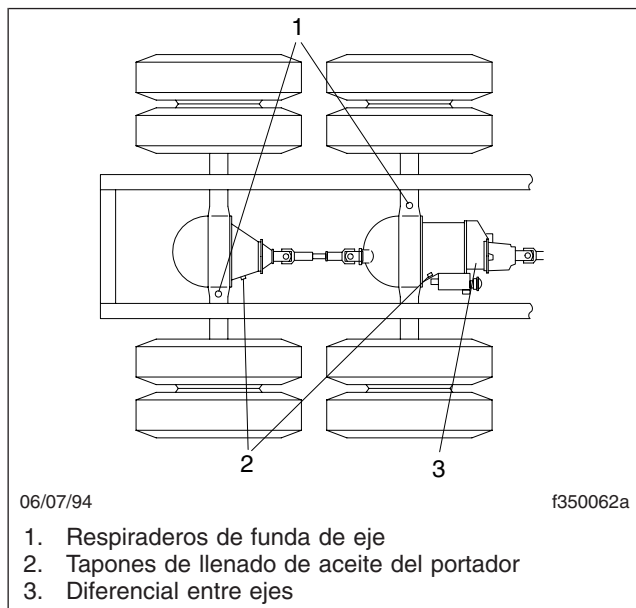

Figura 1, Ubicaciones de los tapones de orificio de llenado y de los respiraderos de las fundas de los ejes
1. Limpie el tapón del orificio de llenado de aceite, ubicado en el portador o al costado de la funda del eje y el área que lo rodea. Vea la Figura 1. Quite el tapón.
El respiradero de la funda del eje debe permanecer limpio. Vea la Figura 1. Cuando revise el nivel de lubricante del eje, compruebe que el respiradero del